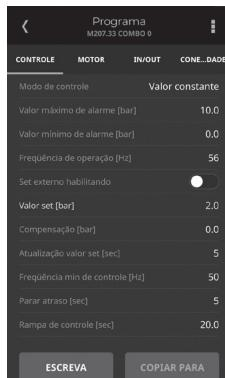

Figura 12 - Tela Valor Set
12. Após o procedimento anterior, a tela aparecerá, conforme a Figura 12. Note que o valor do parâmetro Valor Set [bar] ficará na cor amarela, indicando que o valor foi alterado. Para salvar a alteração pressione a tecla ESCREVA.